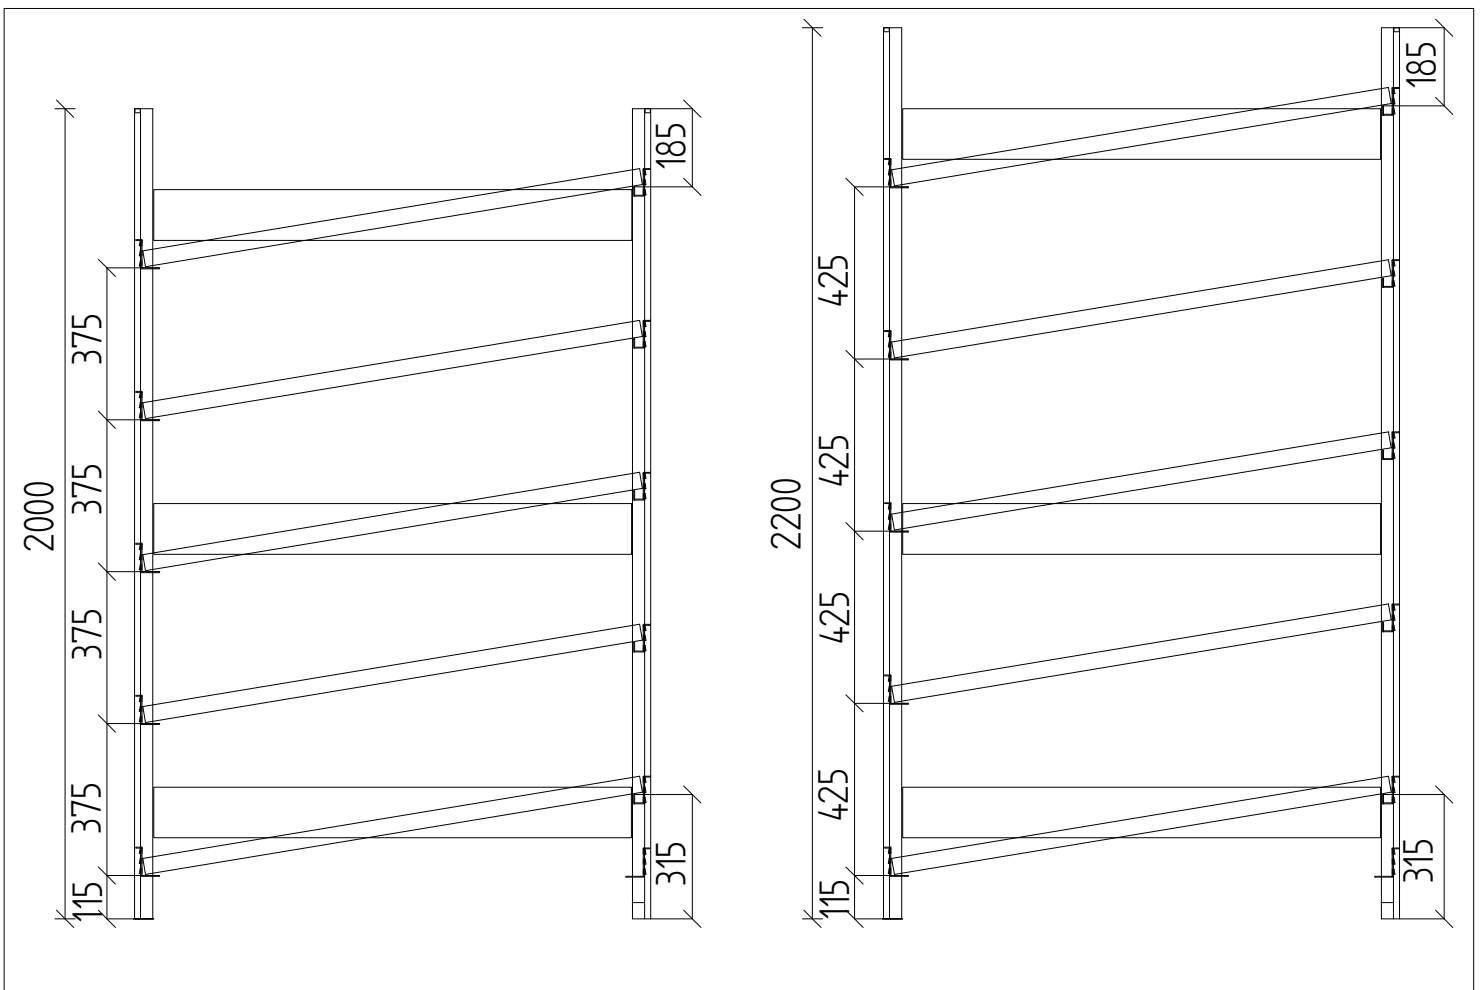

Abb. 11
1.8 Die Aussteifungstraversen für den obersten Fachboden werden entsprechend Abb. 11 eingehängt und mit Sicherungsstiften gesichert. Anschließend werden die Seitenbleche und der Fachboden eingelegt.
1.9 Die übrigen Traversen, Seitenbleche und Fachböden werden in der Höhe gleichmäßig verteilt einmontiert (Abb. 11).